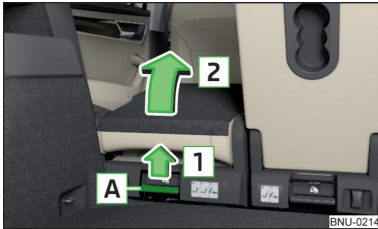

Abb. 89
- Den Hebel **A** » Abb. 89 in Pfeilrichtung **1** ziehen und den Sitz in Pfeilrichtung **2** hochklappen.